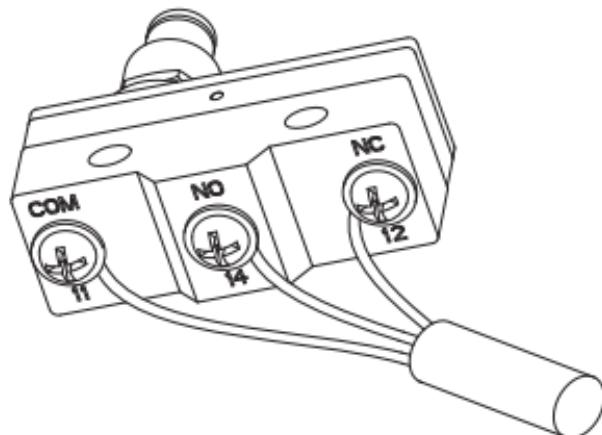
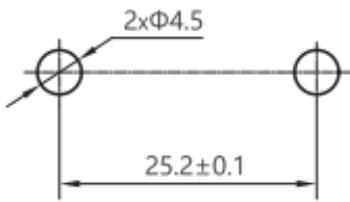
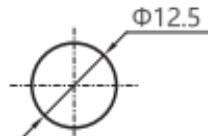

图13 布线示意图
图14 开孔示意图
图15 开孔示意图
- 7.2.1 安装：布线见图13，开孔见图14和图15。
注：开孔示意图15适用于YBLXW-5/11M、YBLXW-5/11Q1、YBLXW-5/11Q2产品安装，图14和图15开孔不能同时使用，避免损坏产品。